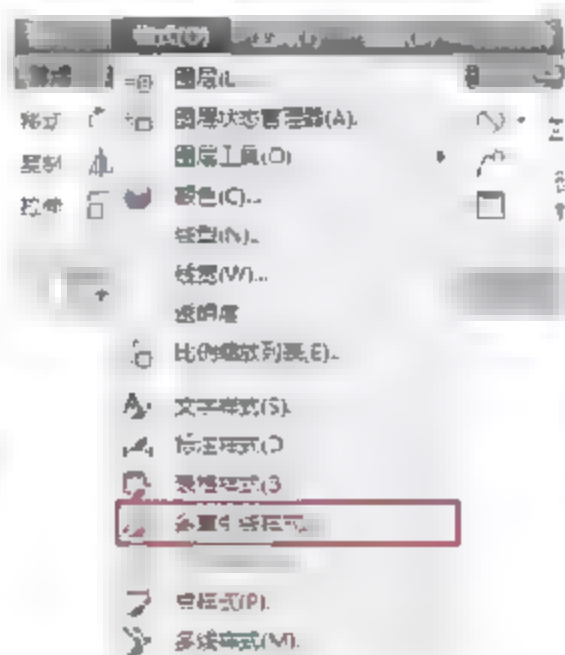

图5-85 选择命令
- 菜单栏：选择菜单【格式】|【多重引线样式】命令，如图5-85所示。